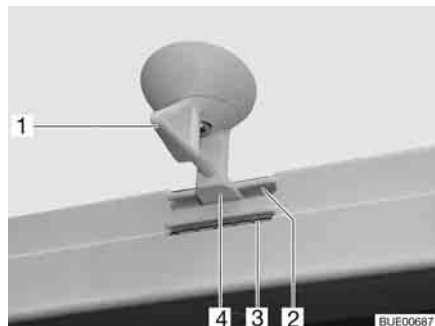
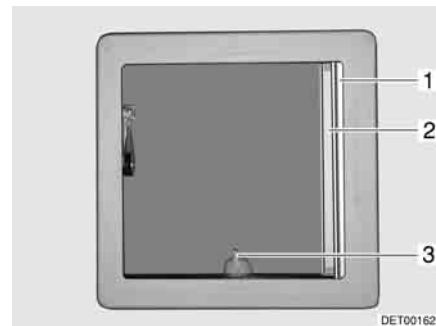

Fig. 64 Oblò inclinabile, bloccaggio
Fig. 65 Oblò inclinabile
- Ruotare la leva (Fig. 64,1 o Fig. 65,3) di un quarto di giro.
- Girare la leva di un quarto di giro. Il bloccaggio (Fig. 64,4) deve entrare nella feritoia inferiore (Fig. 64,3).
- Girare la leva di un quarto di giro. Il bloccaggio (Fig. 64,4) deve entrare nella feritoia superiore (Fig. 64,2).
- Chiusura:* ■ Tirare la tendina oscurante pieghevole (Fig. 65,1) fino alla posizione desiderata e rilasciare. La tendina oscurante pieghevole rimane in questa posizione.
- Chiusura:* ■ Estrarre la zanzariera a rullo (Fig. 65,2) fino a quando non scatta il bloccaggio dalla parte opposta.